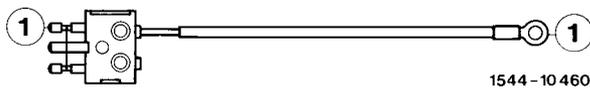
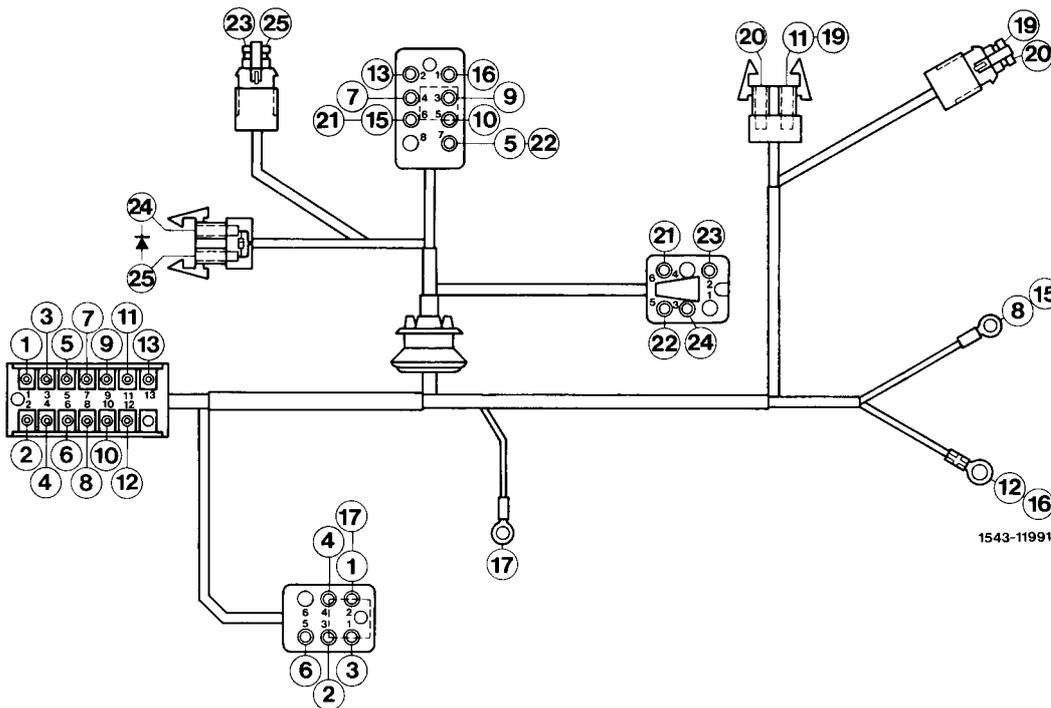

Bild 17
Bild 18
**37** 2poligen Zwischenstecker vom Zusatzleitungssatz (Bild 17) zwischen Bremslichtschalter und 2polige Kupplung montieren.
**38** Leitung 1 vom Zusatzleitungssatz (Bild 17) zum Relaishalter links unter der Instrumententafel verlegen (Bild 15).
**40** Leitung 1 vom Zusatzleitungssatz (Bild 17) und Leitung 8, 15 vom Zusatzleitungssatz (Bild 18) am Kabelverbinder anschließen (Bild 15).
**41** Leitung 17 vom Zusatzleitungssatz (Bild 18) an der Sicherungsdose (Sicherung 12 Ausgang) anschließen.